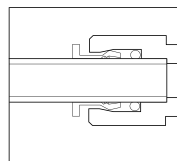

Bild. 2
- ▶ Se till att röret förs in fullständigt (bild 2).